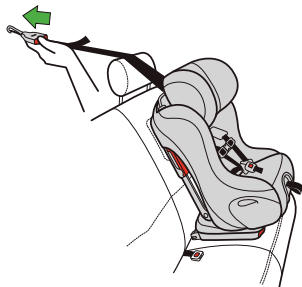

Figura 47
- Oprima el botón de soltar para alargar la correa superior tirando de ésta al mismo tiempo, como se muestra en la **figura 47**.